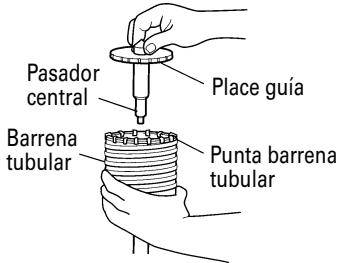

Fig. 13
- (3) Insertar el pasador central en la placa guía hasta que se pare.
- (4) Unir la placa guía con la barrena tubular y girar la placa guía hacia la izquierda o hacia la derecha de forma que no se caiga a pesar de estar indicando hacia abajo. (Fig. 13)